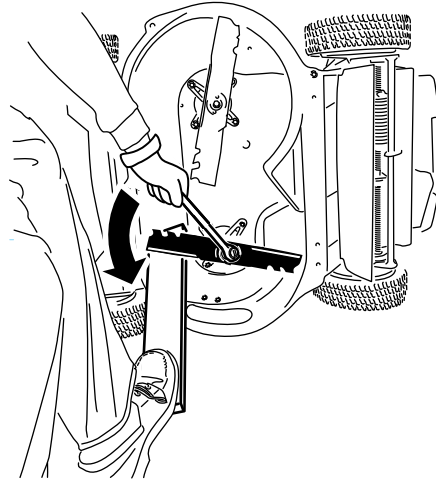

Bild 36
1. Halten Sie jedes Messer mit einem Holzblock fest und drehen Sie die Messerschraube nach links, wie in Bild 36 dargestellt.